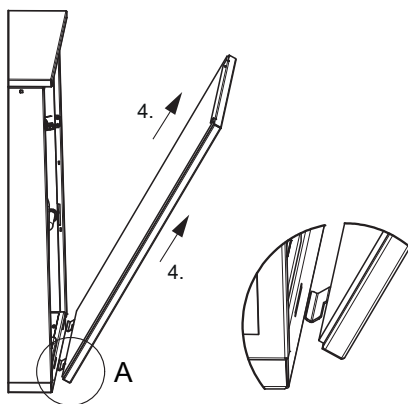

Fig. 7.4: Apertura delle lamiere di copertura laterali, passaggio 4
- In questa posizione, estrarre diagonalmente verso l'alto dalla lamiera di basamento la parte in lamiera (4) (vedere Fig. 7.4).